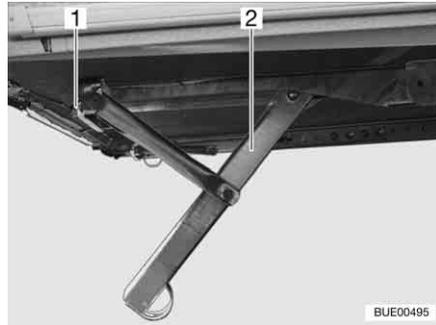
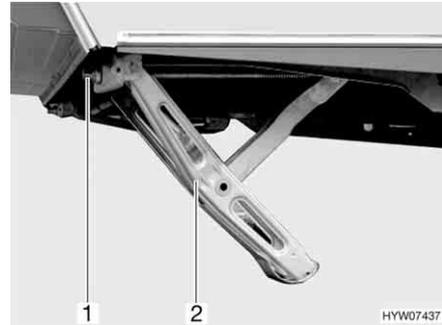

Fig. 18 Piedini di stazionamento a manovella abbassati (variante 1)
Fig. 19 Piedini di stazionamento a manovella abbassati (variante 2)
- Inserire la manovella in dotazione di serie nell'esagonale (Fig. 18,1 o Fig. 19,1) del piedino di stazionamento a manovella (Fig. 18,2 o Fig. 19,2).